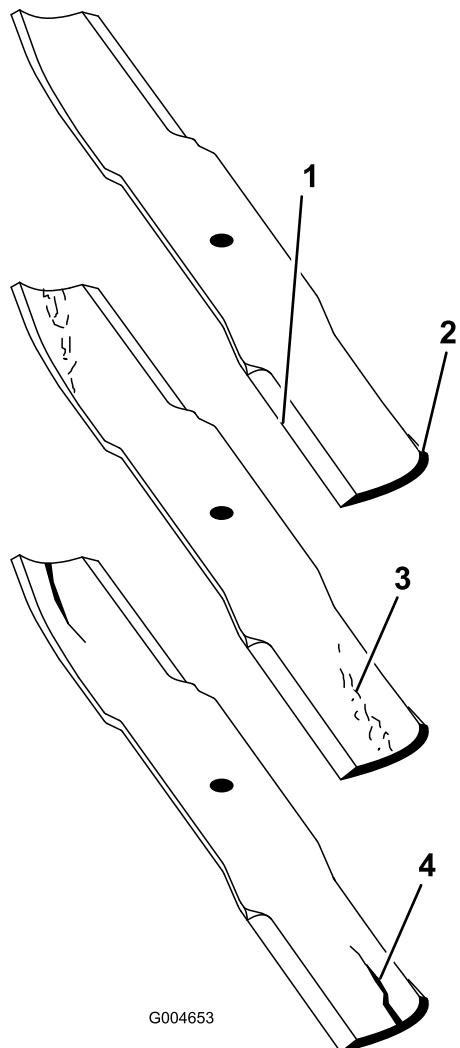

Figura 25
1. Inspeccione los filos de corte (Figura 25). Si los bordes no están afilados o tienen muescas, retire las cuchillas y afílelas. Consulte Afilado de las cuchillas (página 19).
2. Inspeccione las cuchillas, especialmente la parte de la vela (Figura 25). Si observa daños, desgaste o la formación de una ranura en esta zona (Figura 25), instale inmediatamente una cuchilla nueva.